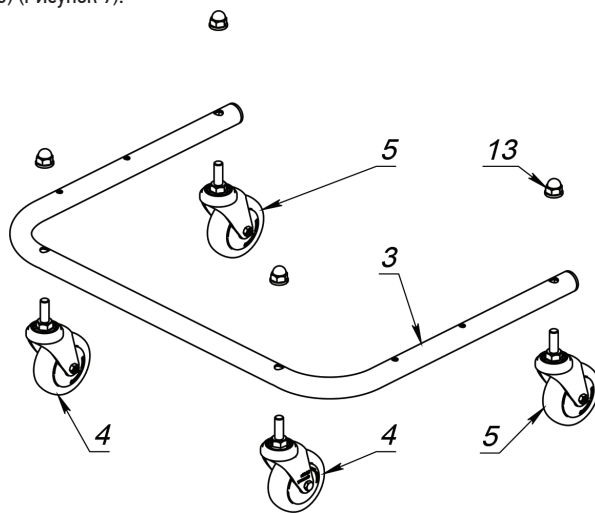

Рисунок 9
Закрепите на основании (3) колеса поворотные (4) и колеса поворотные с фиксацией (5) с помощью гаек (13) (Рисунок 9).